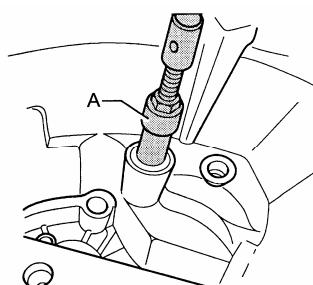

图 12-58 拉出换挡杆轴套
(3) 拉出 3 挡和 4 挡换挡杆的轴套，应使用 22~28mm 的内拉出器 A (例如 Kukko 21/4) 与多用途工具 VW 771 相结合，如图 12-58 所示。